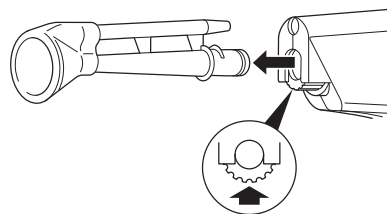

Figura 2 – Remover o conjunto de ponta
1. Pressione o mecanismo de travão da ponta e remova o conjunto de ponta da peça de mão (figura 2).